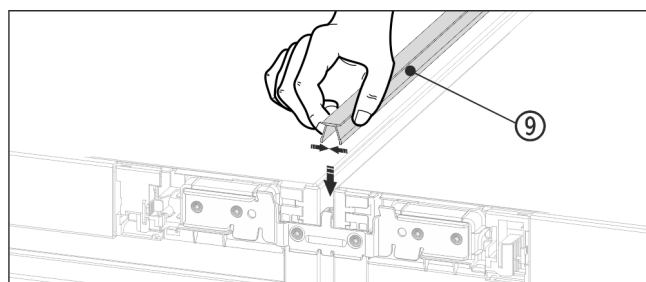

Fig. 25
- ▶ En la parte superior, presione el listón embellecedor Fig. 25 (9) corto para introducirlo en la ranura horizontal.